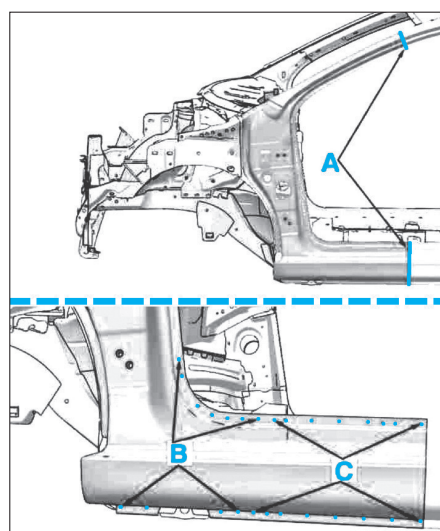
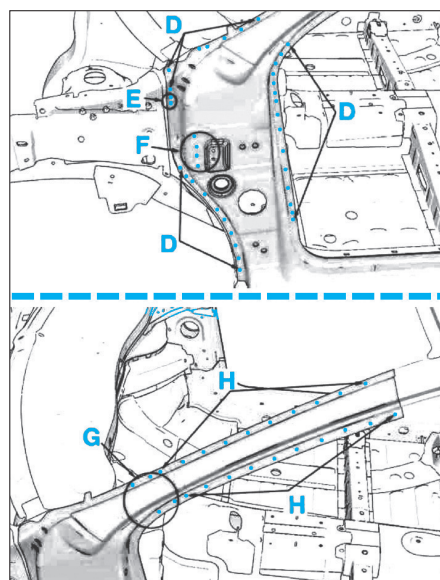

FIG. 20
FIG. 21
- Poser et souder la pièce neuve aux endroits indiqués A, B, C, D, E, F, G et H (Fig.20) et (Fig.21).